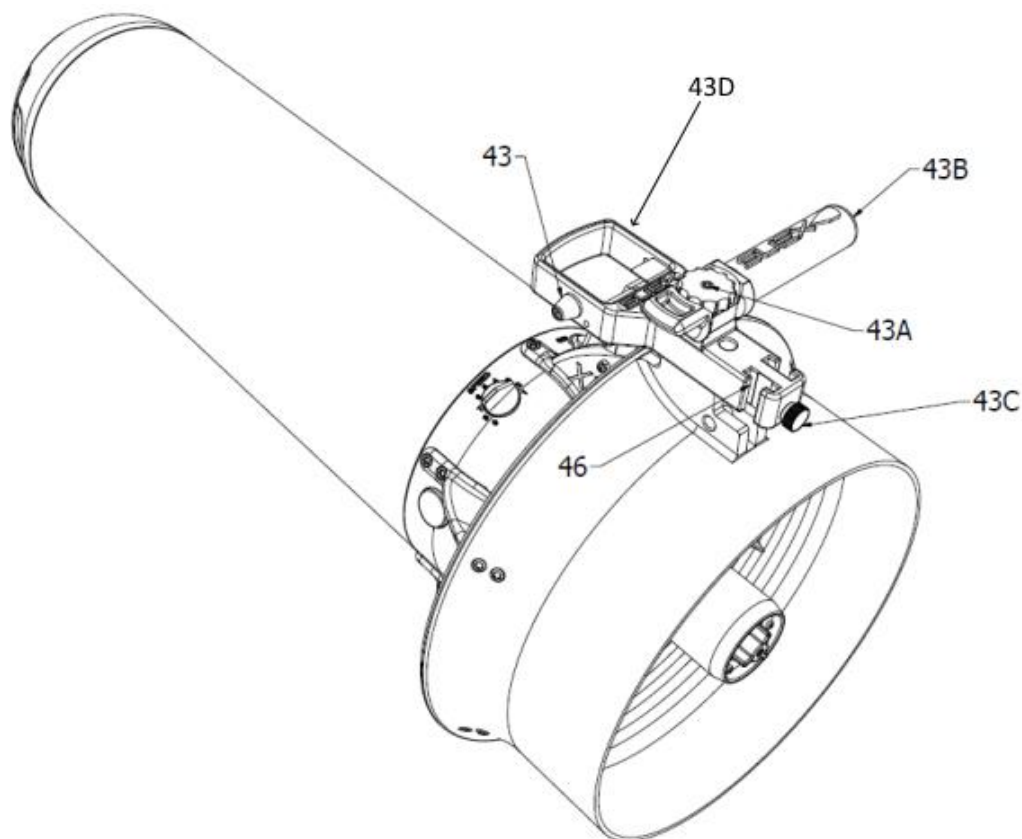

Fig.7
Nel dispositivo di comando (Fig.7) troviamo: il grilletto (43D), un pomolo di fissaggio (43A) e una relativa vite di blocco pomolo, una maniglia (43B), un pomolo di fissaggio accessori (43C), due sedi per accessori (46) e il pomello cruise control (43).
L'impugnatura ha quattro posizioni: due di utilizzo (a destra o a sinistra) e due per il sollevamento (in alto o in basso). Per quanto riguarda l'utilizzo, l'impugnatura può essere posizionata a destra (come nella Fig.7) o a sinistra.
Il pomello cruise control (43) (fig.7), deve essere utilizzato solo sotto il massimo controllo della situazione da parte del subacqueo. Deve essere possibile in qualunque momento intervenire sul pomello stesso, sul grilletto o sull'interruttore di accensione dello Scooter, al fine di evitare qualsiasi tipo di rischio di collisione o di trascinamento del subacqueo in zone pericolose.